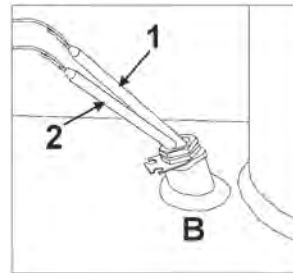

Fig. 18 - Fourreau B
Placer à l'intérieur du fourreau « B » (Fig. 18) le bulbe du thermostat du 1^{er} étage (1) et celui du thermostat du 2^{ème} étage (2).